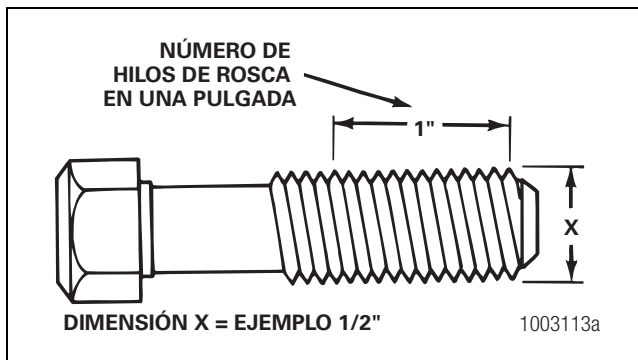

Figura 8.1
1. Mida el diámetro de las roscas en pulgadas, dimensión X. Figura 8.1.
2. Cuente el número de hilos de rosca que haya en una pulgada. Figura 8.1.